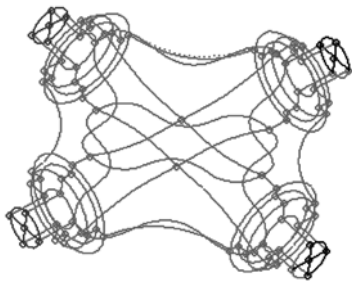

图 5-191 模型文件
- (1) 从工具栏中单击 Open Model (📂) 按钮。
- (2) 从 install_directory>\tutorials\es\cfid 路径目录中选择 ujoint_cfd.hm 文件。
- (3) 单击 Open 按钮载入文件, 载入的模型文件如图 5-191 所示。